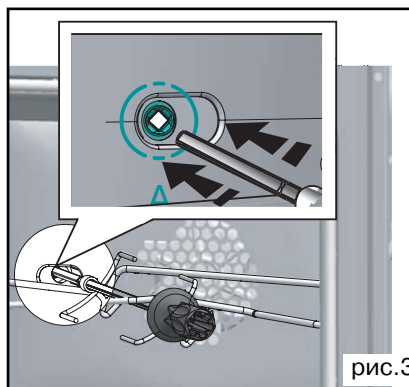

рис. 3
• Многофункциональный противень 45 мм. Система скользящего выдвижного механизма для полного выдвижения противня из духового шкафа (рис.3).
- слегка нажмите, чтобы зафиксировать конец вертела в квадратном хвостовике, расположенном на задней стенке рабочей камеры духового шкафа (рис. 3).